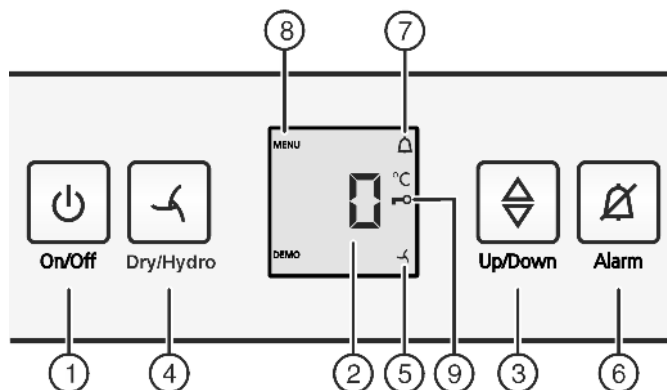

Fig. 2
- Nyomja meg a On/Off gombot Fig. 2 (1).
- Aktiválja a beállítási módot: Nyomja a Dry/Hydro gombot Fig. 2 (4) kb. 6 mp-ig.
- Kigyullad a Menü ikon Fig. 2 (8).
- ▶ A jóváhagyáshoz röviden nyomja meg a Dry/Hydro gombot Fig. 2 (4).
- ▶ A gyermekbiztosíték bekapcsolásához röviden nyomja meg a Dry/Hydro gombot Fig. 2 (4).
- ▶ A gyermekbiztosíték ikonja Fig. 2 (9) világít. A kijelzőn **c** villog.
- ▶ A gyermekbiztosíték kikapcsolásához röviden nyomja meg a Dry/Hydro gombot Fig. 2 (4).
- ▶ A gyermekbiztosíték ikon Fig. 2 (9) kialszik. A kijelzőn **c** villog.
- ▶ Beállítási mód kikapcsolása: Nyomja meg a On/Off gombot Fig. 2 (1).
- ▶ Nyomja meg a riasztás gombot Fig. 2 (6).